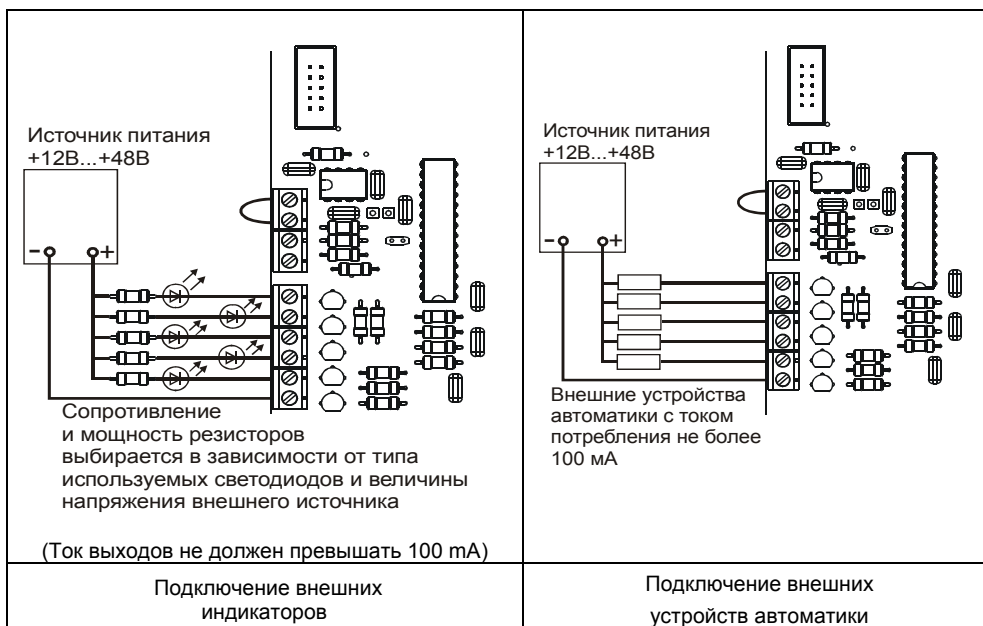

Рисунок 2
В источнике предусмотрена возможность подключения цепей управления внешними устройствами автоматики и (или) дистанционного контроля состояния устройства посредством выходов типа «открытый коллектор» (см. таблицу 2 и рисунок 2):
- подключить, при необходимости, к соответствующим контактам колодок (выходы типа «открытый коллектор») внешние цепи индикации или внешние устройства автоматики с током потребления до 100мА (см. рисунок 2);